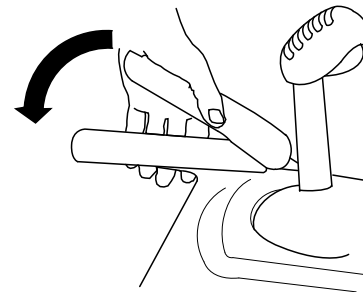

Bild 4
3. Drücken Sie den linken Hebel (Fahrtrieb) zum Handgriff (Bild 4).
6. Drücken Sie den linken Hebel (Fahrtrieb) zum Handgriff (Bild 4).